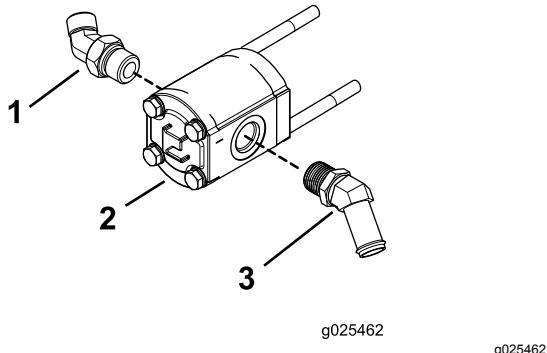

Figura 5
Nota: Asegúrese de instalar los acoplamientos con los ángulos indicados en Figura 5.
1. Enrosque el acoplamiento de 45° con juntas tóricas en el lado del conductor de la bomba (Figura 5).
2. Enrosque el acoplamiento de 45° con conector de manguera en el lado derecho de la bomba (Figura 5).